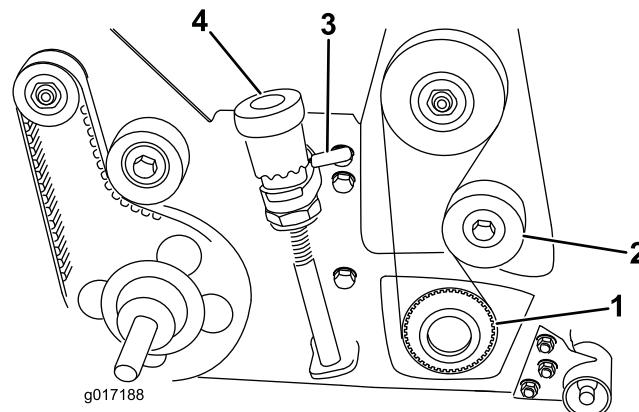

Bild 11
26. Befestigen Sie die Antriebsscheibe und den Riemen mit einer Antriebsratsche (1/2") und Verlängerung an der Spindelwelle (Bild 11). Verhindern Sie mit einem Holzblock, dass sich die Spindel drehen kann. Ziehen Sie die Riemscheibe mit 54 bis 81 N·m an.
29. Prüfen Sie den Zusammenbau des Groomers. Drehen Sie die beiden Express-Hubhebel, um die Groomerspindel in die Transportstellung anzuheben (Bild 11). Beheben Sie etwaige Probleme und prüfen Sie erneut.